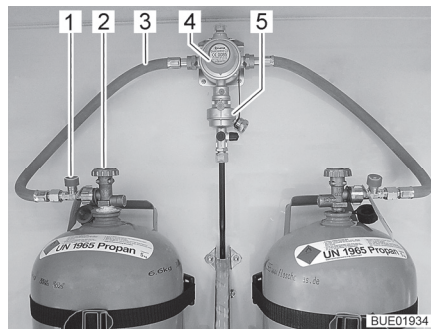
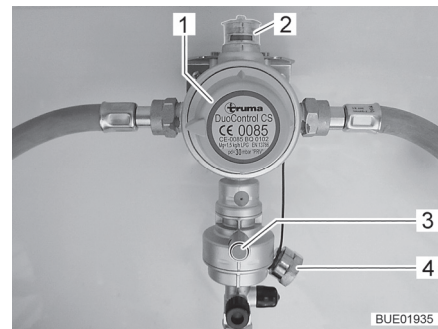

Fig. 43 Bouteilles de gaz avec DuoControl
Fig. 44 Système de réglage DuoControl
Le système de réglage DuoControl se compose d'une valve de commutation (Fig. 43,4) et d'un capteur de crash (Fig. 43,5). Le système de réglage est monté entre les lyres (Fig. 43,3) avec une sécurité de rupture de tuyau (Fig. 43,1). Un bouton rotatif (Fig. 44,1) situé sur la valve de commutation permet de définir laquelle des bouteilles de gaz est celle de service et laquelle est celle de réserve.
L'état de l'alimentation en gaz est affiché sur le regard (Fig. 44,2) :
Le fonctionnement avec une seule bouteille de gaz est autorisé, la prise à découvert doit cependant être obturée avec le couvercle borgne (Fig. 44,4) dans ce cas-là.
Le capteur de crash coupe l'arrivée du gaz en cas de secousses importantes (par exemple accident). Le capteur de crash s'active en appuyant sur le bouton Reset vert (Fig. 44,3).
La sécurité de rupture de tuyau (Fig. 43,1) coupe l'arrivée de gaz quand le tuyau raccordé se rompt. La sécurité de rupture de tuyau s'active en appuyant sur la touche verte.
L'arrivée du gaz s'ouvre et se ferme sur l'unité de commande (Fig. 45) au moyen du système de réglage DuoControl. Les robinets principaux (Fig. 43,2) des bouteilles de gaz et les robinets d'arrêt de gaz des appareils doivent être ouverts manuellement.
- Choisir la bouteille de gaz avec le bouton rotatif (Fig. 44,1) de la valve de commutation à partir de laquelle le gaz sera utilisé principalement (bouteille de service). Toujours tourner le bouton rotatif à fond.
- Ouvrir les robinets principaux (Fig. 43,2) des bouteilles de gaz.
- Appuyer sur la touche verte de la sécurité de rupture de tuyau (Fig. 43,1). Le repère vert est affiché sur le regard (Fig. 44,2).
- Fermer les robinets principaux (Fig. 43,2) des bouteilles de gaz.
Le voyant de contrôle vert (Fig. 45,6) s'éteint durant le fonctionnement et le voyant de contrôle rouge (Fig. 45,5) s'allume quand la bouteille de service est vide et doit être remplacée. Le repère rouge est indiqué sur le regard (Fig. 44,2). La bouteille de réserve alimente les appareils à gaz.
- Tourner le bouton rotatif (Fig. 44,1) d'un demi-tour en direction de la bouteille de gaz actuellement utilisée. Cette bouteille de gaz devient alors la bouteille de service, la bouteille vide devient celle de réserve. Le repère dans le regard (Fig. 44,2) passe du rouge au vert.
- Fermer le robinet principal (Fig. 43,2) de la bouteille de gaz vide. Observer le sens de la flèche.
- Appuyer sur la touche verte de la sécurité de rupture de tuyau (Fig. 43,1).